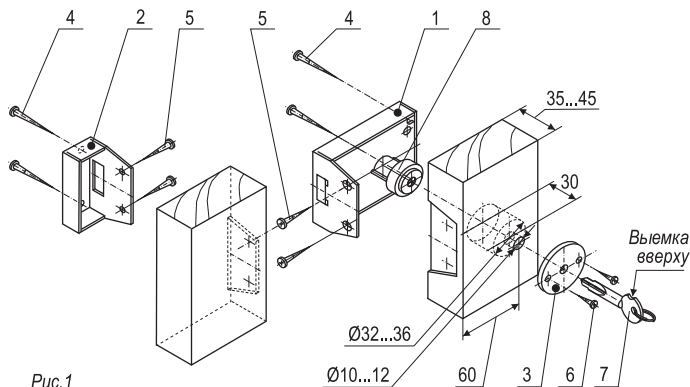
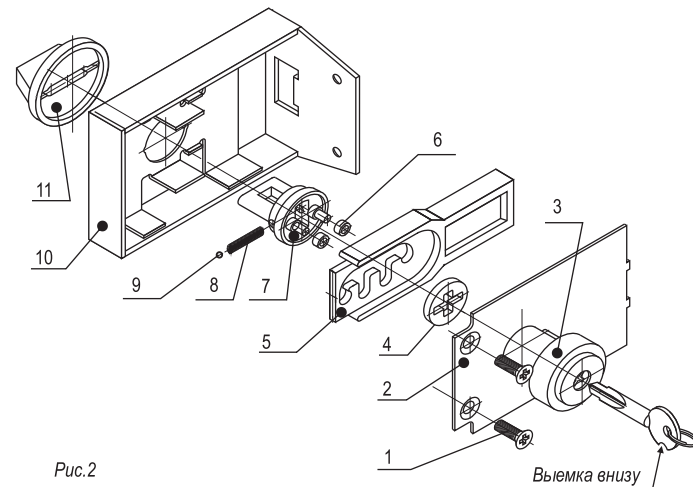

Рис.1
Рис.2
7. Ключ вставляется и вынимается из цилиндрического механизма только при вертикальном положении диска ключа выемкой вверх (см. рис. 1) или вниз (см. рис. 2) в зависимости от установки замка на правых и левых дверях. Допускается переустановка цилиндрического механизма на крышке замка с разворотом его на 180°.
8. Отпирание замка изнутри (см. рис. 1) осуществляется поворотом ручки постоянного ключа по часовой стрелке, а снаружи поворотом вставного ключа против часовой стрелки. Для фиксации
#### ПОРЯДОК МОНТАЖА (см. рис.1)
#### ТЕХНИЧЕСКОЕ ОБСЛУЖИВАНИЕ (см. рис. 2)
1. Разборка замка - в случае необходимости (см. рис. 2):
2. Сборку производите в обратном порядке, располагая детали, в соответствии с рис. 2.